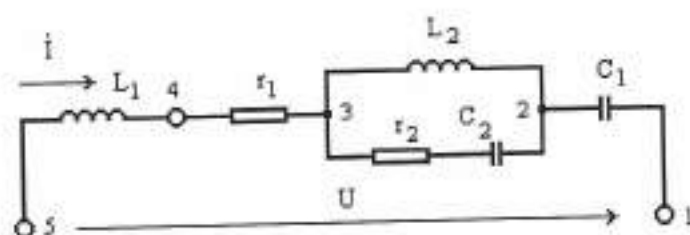

Рис.6.3
3. Задача типа С. Для схемы двухполосника рис. 6.3 заданы параметры: $L_1 = 5$ мГн; $r_1 = 150$ Ом; $C_1' = 0,667$ мкФ; $L_2 = 10$ мГн; $r_1 = 100$ Ом; $C_2 = 1$ мкФ; напряжение на входе $u = 10 \cdot \sqrt{2} \cdot \sin(10^4 \cdot t)$ В. Найти напряжение $u_{C2}(t)$ на конденсаторе C_2 , построить топографическую диаграмму, приняв равным нулю потенциал точки 1.